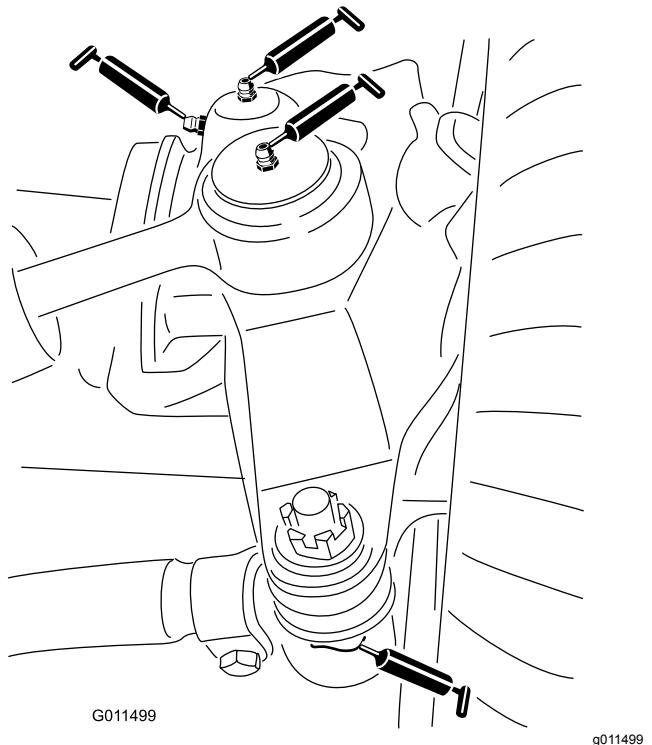

Figure 78
- 2 rotules de vérin de direction (Figure 78)
- 2 rotules de biellettes (Figure 78)
- 2 bagues de pivots de fusées (Figure 78). **Le graisseur supérieur du pivot de fusée ne doit être lubrifié qu'une fois par an (2 injections de graisse).**